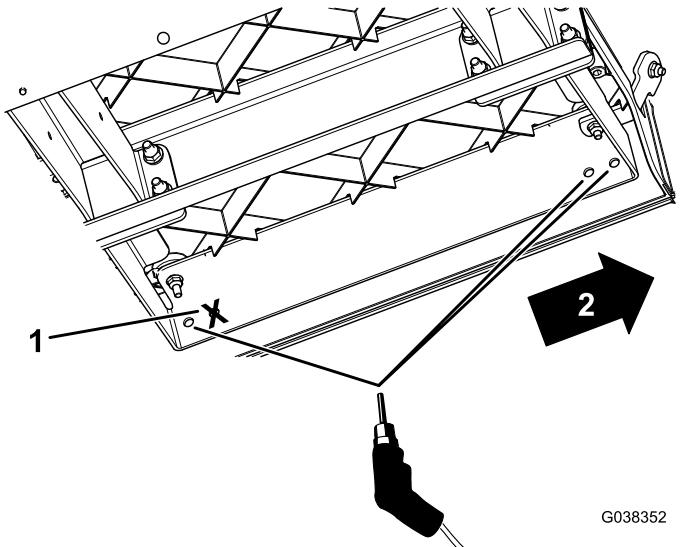

Figure 6
- En vous servant des nouveaux support comme guide, percez 3 trous (3/8 po de diamètre) dans chaque panneau de plancher (Figure 6).
Important: Percez seulement les 2 trous avant dans les nouveaux supports de panneau de plancher et le plus à l'arrière, comme montré à la Figure 6.